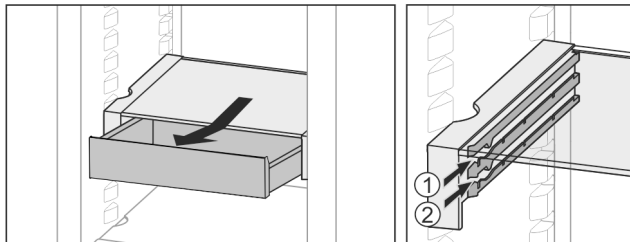

Fig. 20
- ▶ L'insérer à n'importe quelle hauteur Fig. 20 (1) ou Fig. 20 (2).